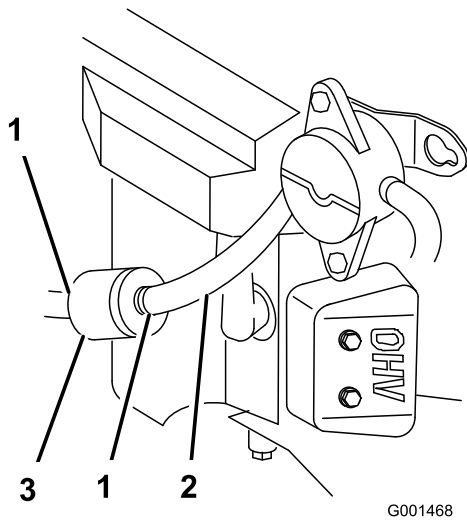

Figura 28
3. Cierre la válvula de cierre de combustible del depósito de combustible (Figura 28).
4. Apriete los extremos de las abrazaderas y deslícelas por el tubo alejándolas del filtro (Figura 28).
7. Abra la válvula de cierre de combustible del depósito de combustible (Figura 28).